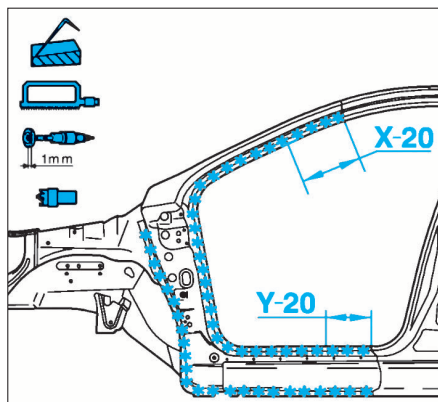

FIG. 45
- Tracer, découper et dépointer selon (Fig.45 à 47).